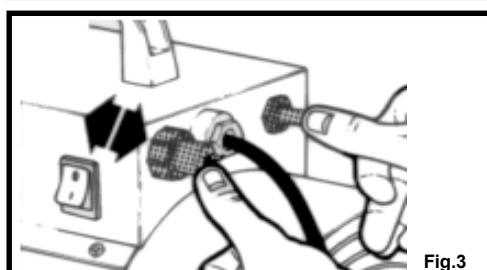

Fig.3
3. Presser à fond le bouton-gaz et en même temps actionner plusieurs fois l'allumeur piézo-électrique (voir figure 3)